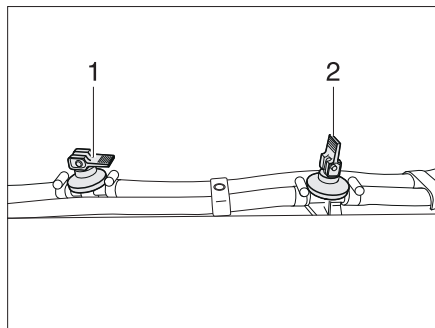

Fig. 235 Llave de desagüe
- Abrir todas las llaves de desagüe. Colocar para ello el balancín (Fig. 235,1) en posición vertical.